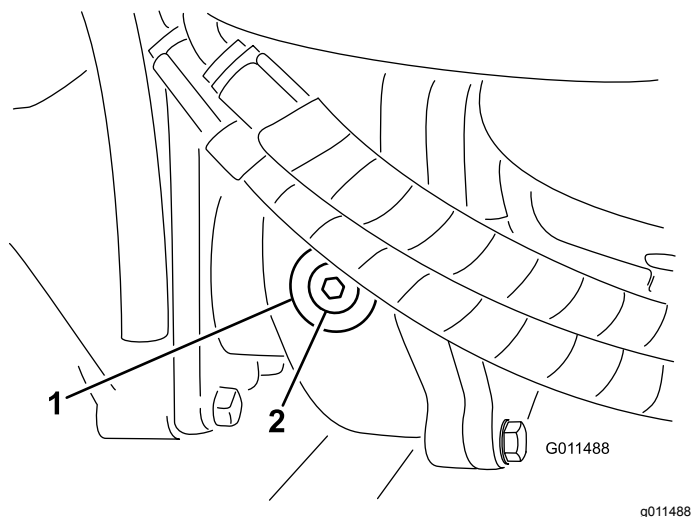

Bild 71
2. Entfernen Sie die Prüf-/Füllschraube an der linken Getriebeseite (Bild 71) und stellen sicher, dass der Schmierstoff die Unterseite des Lochs erreicht. Füllen Sie bei einem niedrigen Stand genug Schmiermittel auf, um den Stand bis an die Unterseite des Lochs anzuheben.